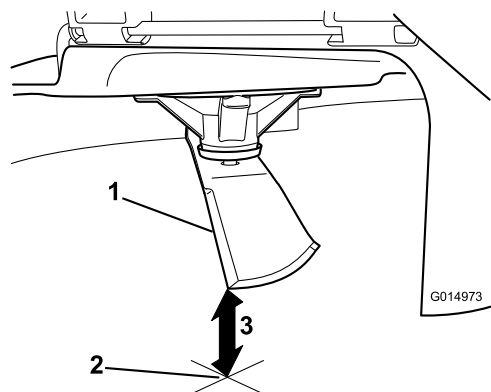

Figura 56
5. Mida desde la punta de la cuchilla hasta la superficie plana (**Figura 56**).